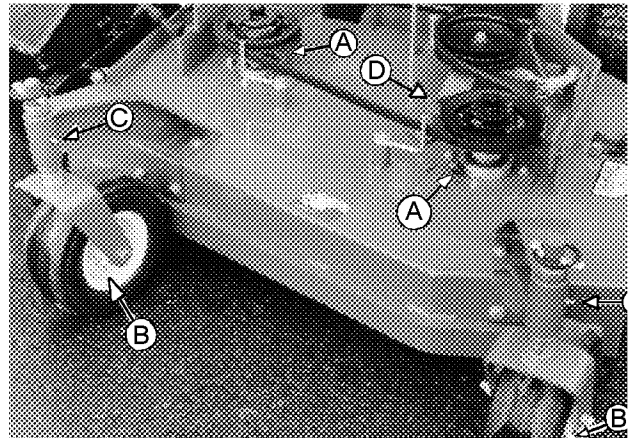

Figura 9
- **Cojinetes del husillo de las cuchillas de corte-** Existen dos posiciones de engrasado. Consulte la Figura 9 punto A.
- **Cojinete de las rueditas-** Existen dos posiciones de engrasado. Consulte la Figura 9 punto B.
- **Ejes de pivote de las rueditas-** Existen dos posiciones de engrasado. Consulte la Figura 9 punto C.
- **Brazos giratorios de la polea intermedia de la plataforma-** Existe una posición de engrasado. Consulte la Figura 9 punto D.